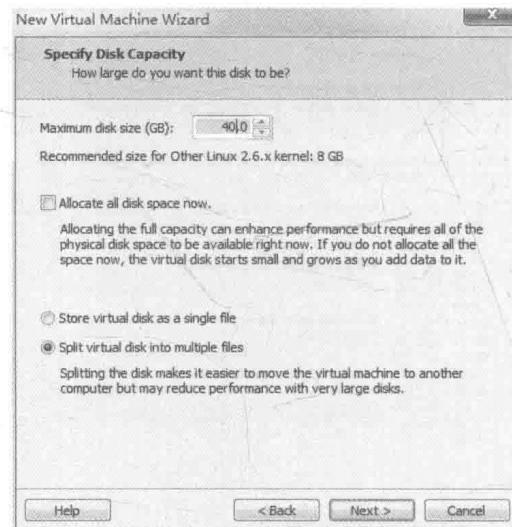

图4-21 虚拟机硬盘设置界面
(11) 选择虚拟机硬盘大小，这里我们选为40G，如图4-21所示。